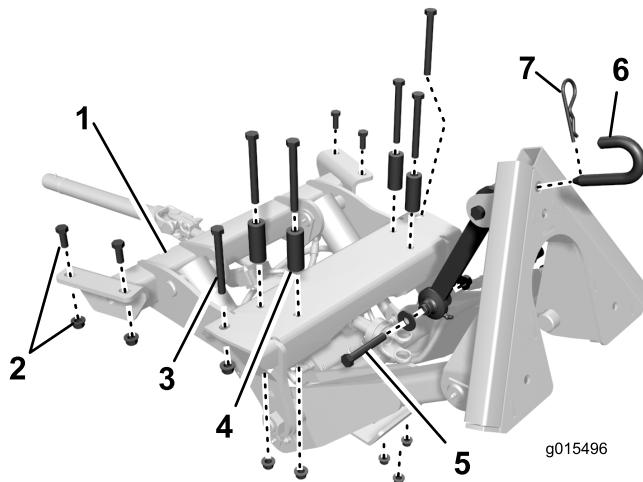
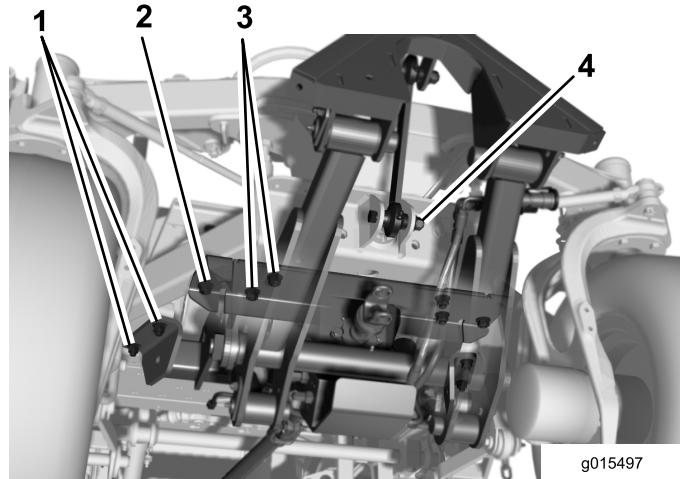
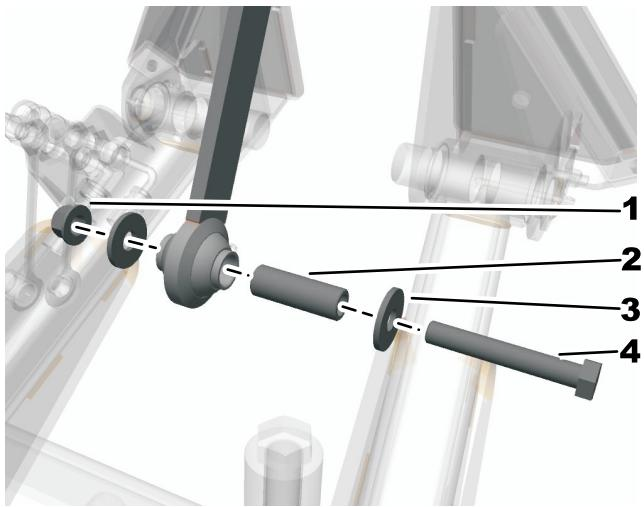

Figura 5
Figura 6
Figura 7
1. Figura 5 muestra una vista superior de la ubicación, el posicionamiento y las dimensiones de las fijaciones utilizadas para sujetar el bastidor de acoplamiento delantero a la parte inferior del bastidor de la unidad de tracción.
3. Coloque el bastidor de acoplamiento delantero debajo de la parte delantera de la máquina (Figura 6).
4. Eleve el bastidor de acoplamiento delantero alineando los taladros de montaje con los taladros de los perfiles del bastidor y los taladros del travesaño delantero del bastidor (Figura 6).
5. En la parte delantera del accesorio, sujeté el taladro exterior de cada lado a los perfiles del bastidor con un tornillo de 1/2 x 4-1/2 pulgadas y una tuerca con arandela prensada de 1/2 pulgada (Figura 6).
6. En la parte trasera del accesorio, sujeté provisionalmente cada lado a los perfiles del bastidor con 2 tornillos de 1/2 x 1-1/4 pulgada y tuercas con arandela prensada de 1/2 pulgada (Figura 6).
7. En los 4 tornillos de montaje restantes, sujeté el accesorio al travesaño del bastidor con tornillos de 1/2 x 4-1/2 pulgadas, espaciadores y tuercas con arandela prensada de 1/2 pulgada (Figura 6). Coloque los espaciadores entre la cabeza de los tornillos y el travesaño.
9. Sujete el enganche superior al soporte del eje con el tornillo de 1/2 x 3-1/4 pulgadas, 2 arandelas de apoyo y una contratuerca de 1/2 pulgada (Figura 5 y Figura 6). Las arandelas deben colocarse en el exterior de las pestañas del soporte del eje. Instale el espaciador y apriete a 91-113 Nm (Figura 7).